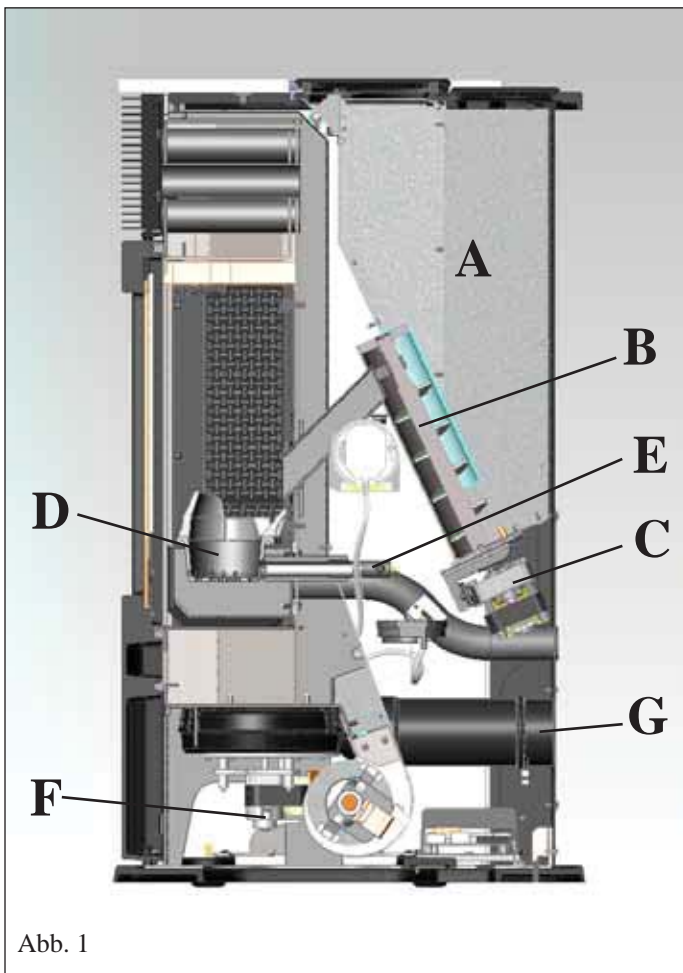

Abb. 1
Der Heizofen MYA produziert warme Luft, er verwendet dazu als Brennstoff Holzpellet, dessen Verbrennung elektronisch gesteuert wird. Nachfolgend wird deren Betriebsweise beschrieben (die Buchstaben beziehen sich auf die Abbildung 1). Der Brennstoff (Pellet) wird dem Brennstoffbehälter (A) entnommen und mittels einer durch einen Getriebemotor (C) angetriebenen Förderschnecke (B) in den Verbrennungstiegel (D) befördert.